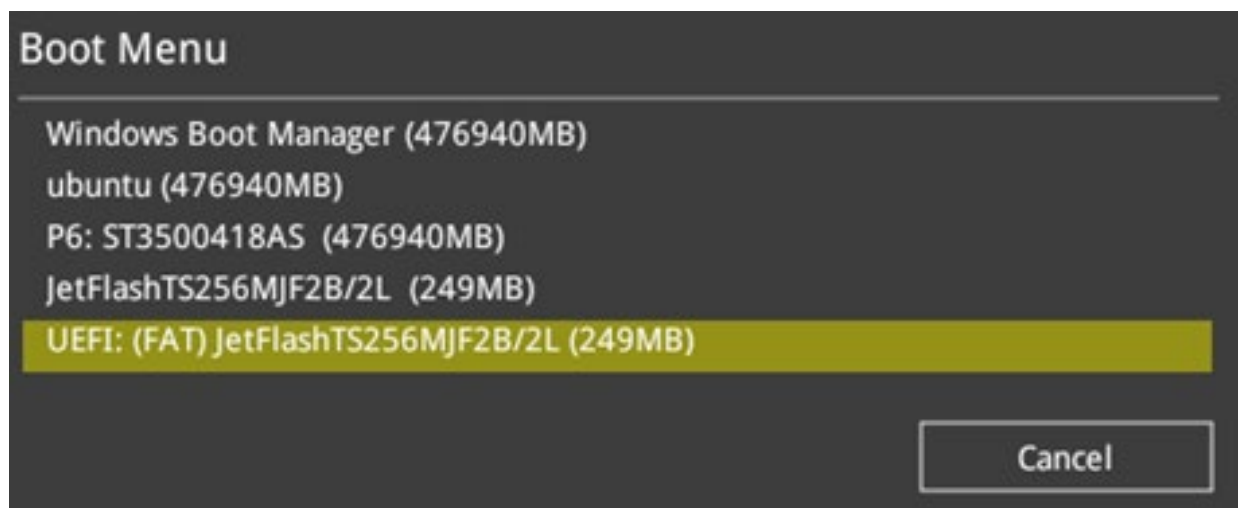

Рисунок 9.3 – Выбор загрузки с носителя в UEFI-режиме
3. Выполнить загрузку с подготовленного USB-носителя в UEFI-режиме (рисунок 9.3), используя соответствующий пункт меню в UEFI BIOS материнской платы (клавиша < F8 >11).